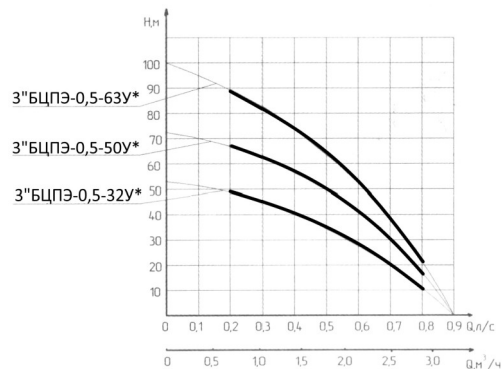
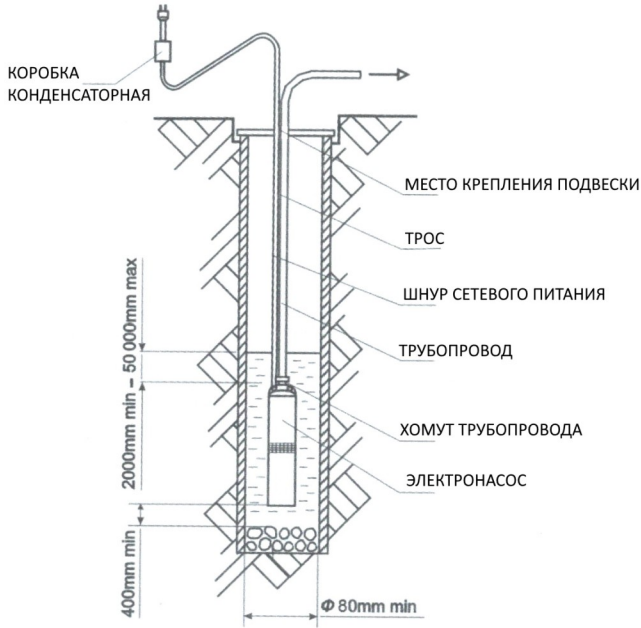

Рис.2. Напорные характеристики электронасосов 3"БЦПЭ-0,5
Рис. 4. Схема установки электронасоса 3”БЦПЭ-0,5 в скважину
Напорные характеристики электронасосов приведены на рис. 2.
- соединить электронасос с помощью переходников с напорным трубопроводом не менее 1 дюйма 9см. Рис. 4) для обеспечения объемной подачи 9см. Рис. 2)
ВНИМАНИЕ! Эксплуатируйте электронасос только в разработанной и очищенной скважине. Монтаж насоса относительно динамического уровня воды и дна в скважине производить в соответствии с рис. 4. В случае появления загрязненной воды электронасос следует выключить и еще раз проверить положение насоса относительно дна водоема или скважины.